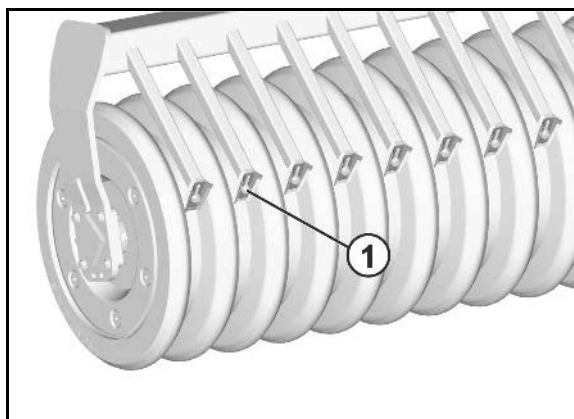

Рис. 34
- Робоча глибина налаштовується гідравлічно за допомогою шкали (Рис. 34/1).